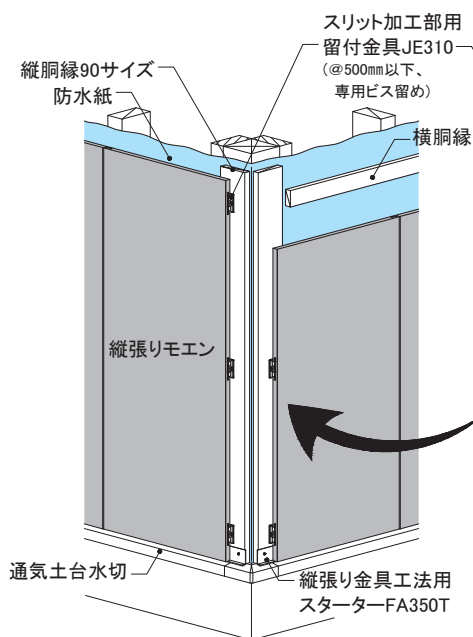

図1 モエン本体縦張り
●縦胴縁とし、幅90mm以上を使用します(図1、2)。
- スリット加工間隔＝金具留付間隔は、500mm以下とします(図1)。
●長尺出隅同様に、スリット加工を施し、スリット加工部用留付金具JE310にて留め付けます(図1)。